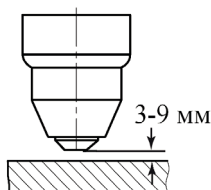

Рис. 7.4. Выбор расстояния от сопла плазматрона до разрезаемого изделия.
- Расстояние до разрезаемого изделия (см. рис. 7.4).